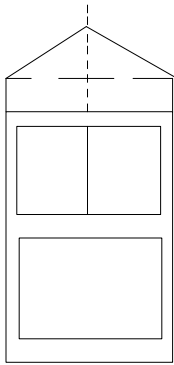

图 3
- 4、开箱起吊时钢丝应勾在吊环上两点应对角勾（吊箱图见图 3）。